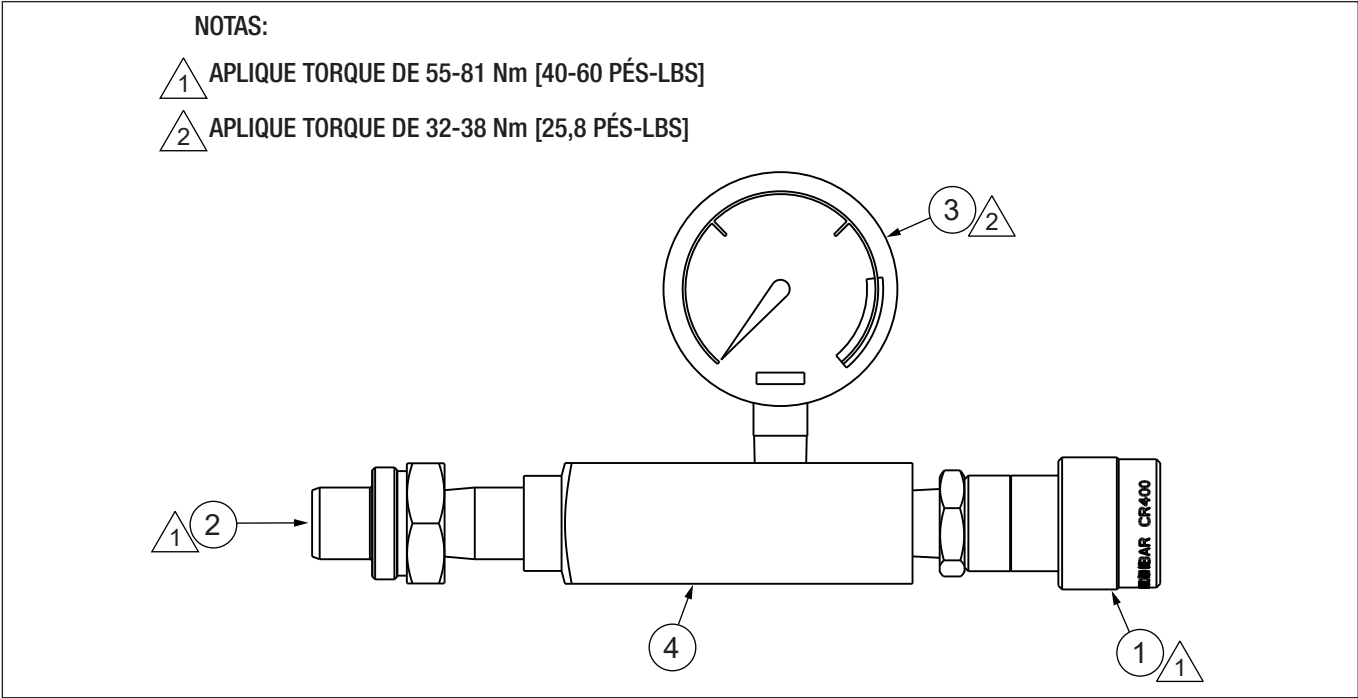

Figura 22: Vista Explodida do Conjunto de Medição de Pressão
9.4.1 Tabela de Peças do Conjunto de Medição de Pressão LGH100900-5 (Figura 22)